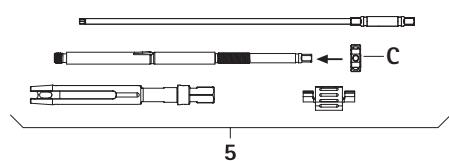

Fig. 11
- ▶ Avvitare il dado di serraggio **C** sulla camicia interna, vedere Fig. 11.